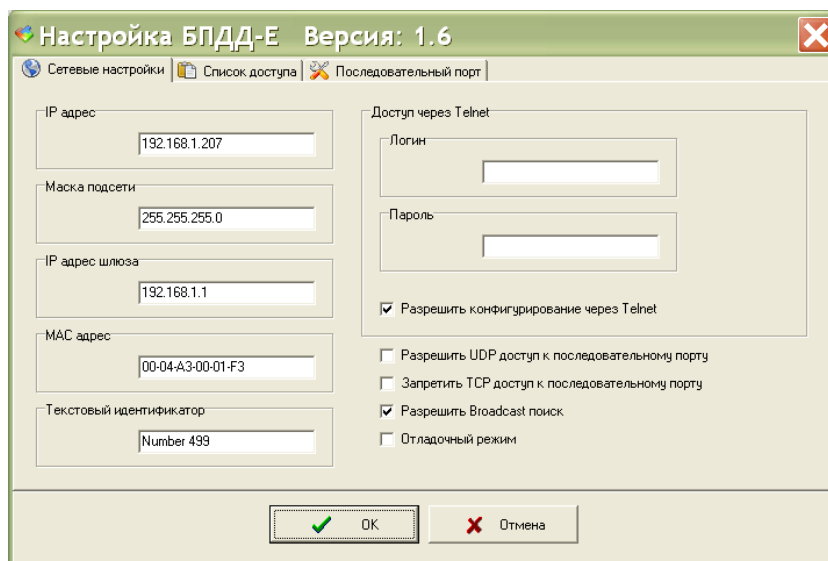

Рисунок 20 – Окно конфигурации выбранного блока БПДД-Е в программе RASOS
5. На первой вкладке (рисунок 20) расположены сетевые настройки блока. Следует задать новые значения следующих параметров (таблица 13).